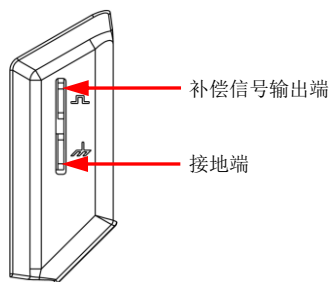

图 8 使用补偿信号
- 将探头的接地鳄鱼夹连接至图 8 所示的“接地端”。
- 使用探头连接示波器的通道 1 (CH1) 输入端和图 8 所示的“补偿信号输出端”。